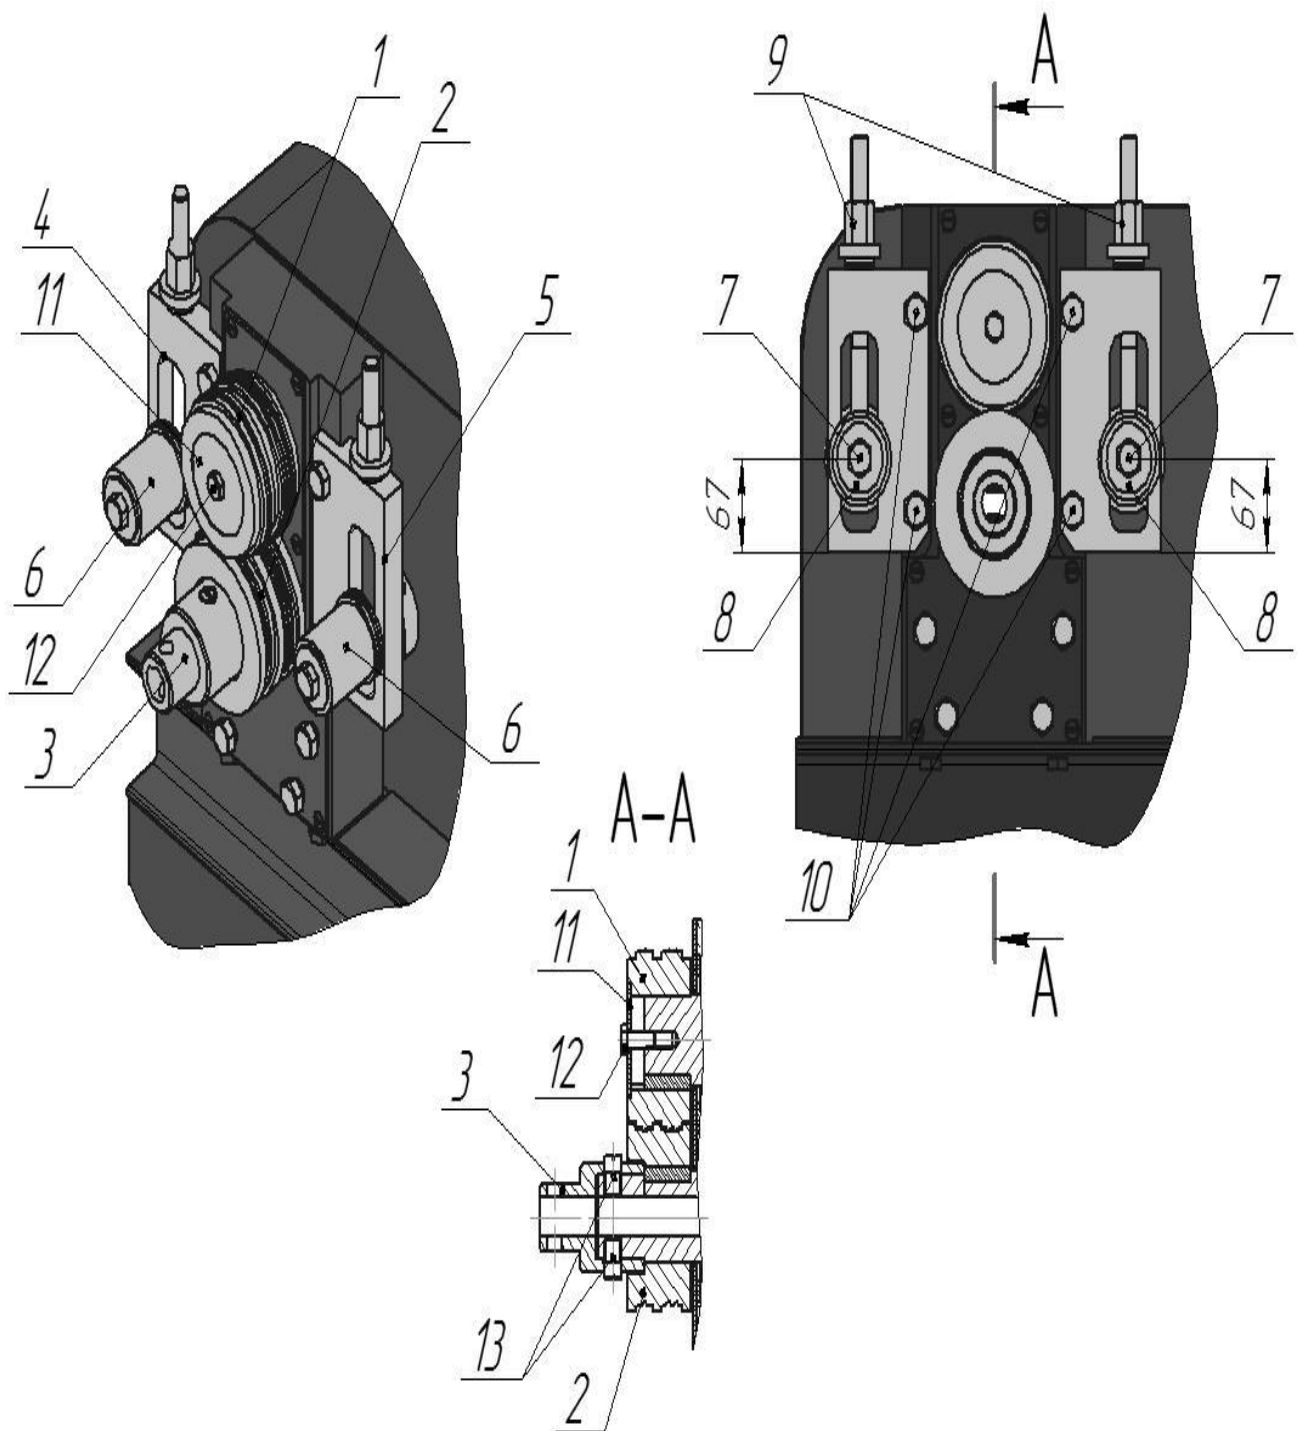

Рис.6 Монтаж дополнительных приспособлений для операции по усилению полосы (изготовление заготовок для хомутов).
- 7.2. Произвести монтаж дополнительных приспособлений рис.6.